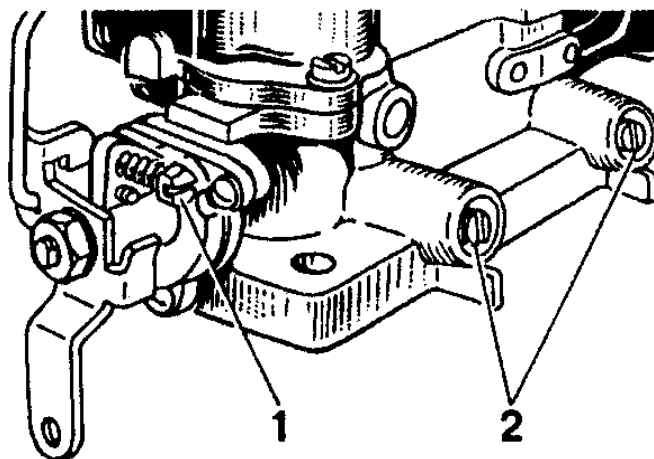

Рис.30. Регулировочные винты карбюратора:
- завернуть винты 2 (рис.30) состава смеси (винты качества) до упора, но не слишком туго, а затем каждый из них отвернуть на 4,5 оборота;